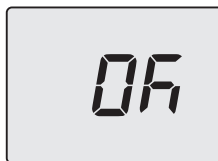

Figura 5.48
- Pulsando el botón 14 (Figura 5.43) se confirma el valor introducido. El display mostrará durante 5 s lo siguiente (Figura 5.48) y luego se pondrá en el nivel superior.